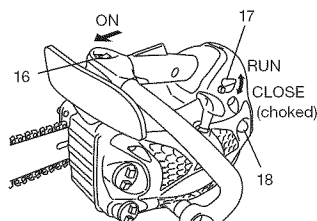

Fig. 10
### Arranque (Fig. 10, 11)
1. Fijar la llave de ignición (16) en la posición ON (encendida).
\*Empujar varias veces el bulbo cebador (18) de manera que el combustible fluya a través del bulbo hacia el carburador. (Si está provisto) (Fig. 10)
- Empuje la palanca del estrangulador ("choke") (17) hacia abajo a la posición estrangulada. Esto cerrará el regulador de estrangulación automáticamente en la posición de arranque. (Fig. 10)
- Tirar enérgicamente del arrancador de recuperación, tomando la precaución de mantener la manija bien sujeta evitando que salte de las manos. (Fig. 10)
- Cuando usted escucha el sonido del motor que quiere arrancarse, con el activador de seguridad (19) apretado tirando el activador de estrangulación (20). Ello hará pasar el acelerador de la posición de arranque a la posición de marcha y retornará automáticamente la palanca del estrangulador a la posición de marcha. (Fig. 10, 11)